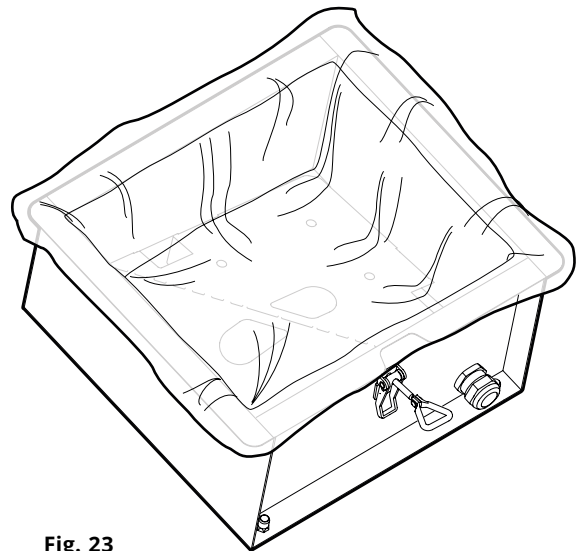

Fig. 23
6. Remplacez un nouveau sac à poussières CMF PSW3 en position correcte dans le récepteur, voir la **Fig. 23**.